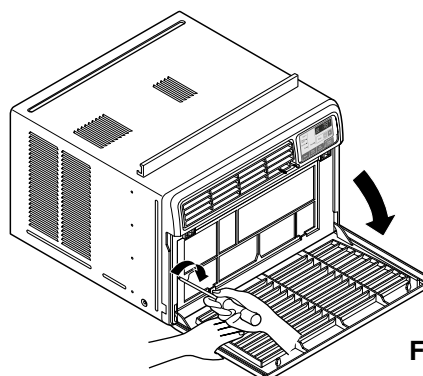

Fig. 11
14. Abaissez la grille de prise d'air et et fixez-la à l'aide d'une vis de Type A ⑥ passant à travers de la grille. (Voyez la fig. 11)